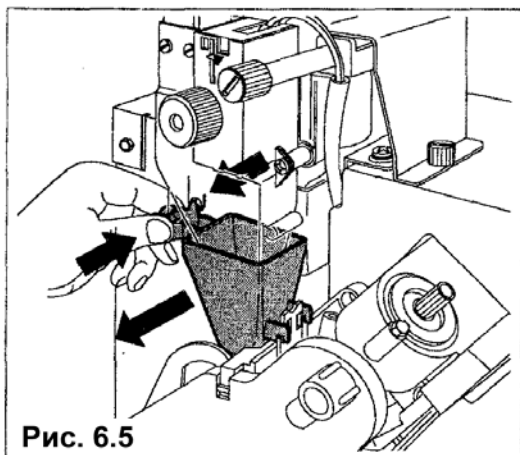

Рис. 6.5
- воронку и желоб для кофе (рис. 6.5)